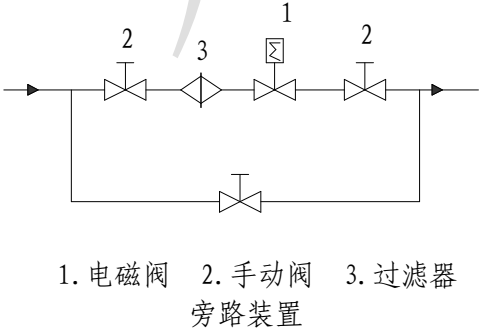
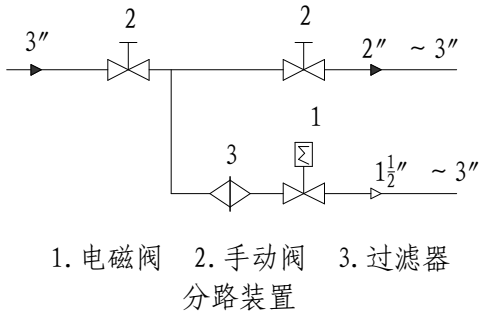

图 3
图 4
4、在电磁阀发生故障时，为了及时隔离电磁阀，并保证系统正常运行，最好安装旁路装置。如图 3 当电磁阀安装在支路时，电磁阀的口径应比主管道的阀门口径小，如图 4 分路安装。注意：支路上的阀平时须关闭。